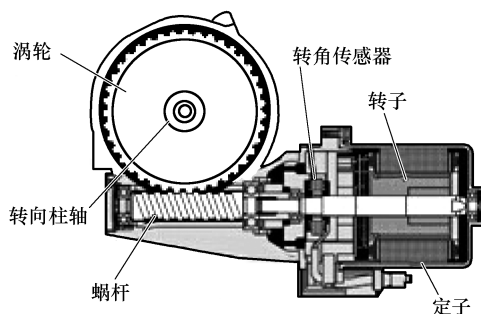

图 10-27 电动机及减速机构
(2) 电动机及减速机构 电动机及减速机构用于提供助力转矩，帮助驾驶人转向。其中，电动机内含有转向角传感器。蜗杆减速机构对电动机进行减速，并将转矩传输给转向柱轴，如图 10-27 所示。